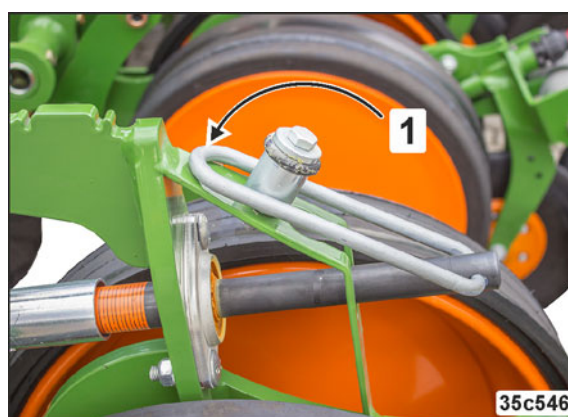

Fig. 176
3. Foretag sikring af bøjlen (Fig. 176/1), så den ikke drejer.